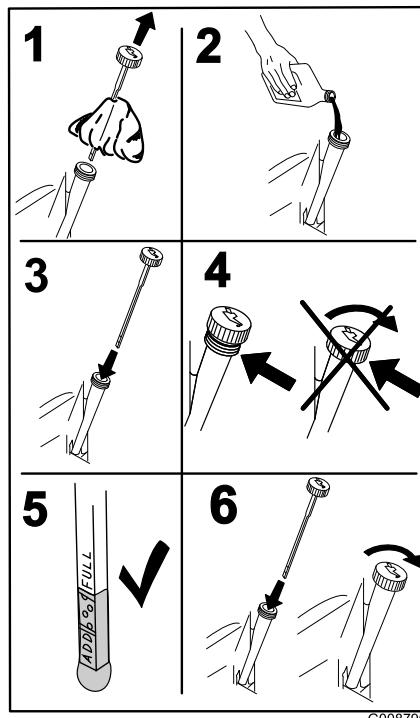

Figura 40
5. Vierta lentamente un 80% aproximadamente del aceite especificado por el tubo de llenado, luego añada lentamente el resto del aceite hasta que llegue a la marca de **Lleno** (Figura 40).